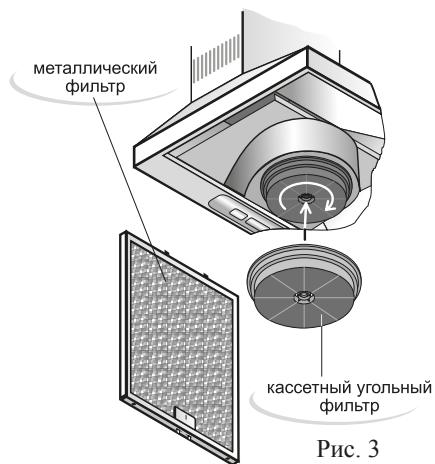

Рис. 3
- 5.3 С помощью кассетного угольного фильтра всасываемый воздух дополнитель но очищается гранулами активированного угля и уменьшаются запахи от приготовления пищи (рекомендуется устанавливать на воздухоочистители, работающие в циркуляционном режиме). Угольный фильтр не подлежит регенерации и должен заменяться примерно каждые шесть месяцев (в зависимости от интенсивности эксплуатации). Для установки кассетного угольного фильтра, оденьте его на фиксирующие элементы в центре вентилятора и поверните по часовой стрелке до упора (рис. 3). Демонтаж фильтра производится в обратном порядке.